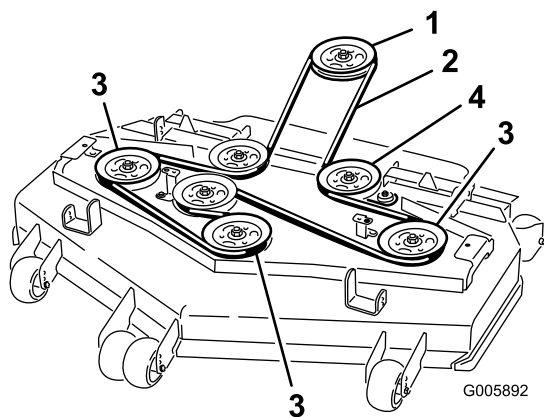

Bild 63
8. Verlegen Sie den neuen Riemen um die Scheiben (Bild 63).